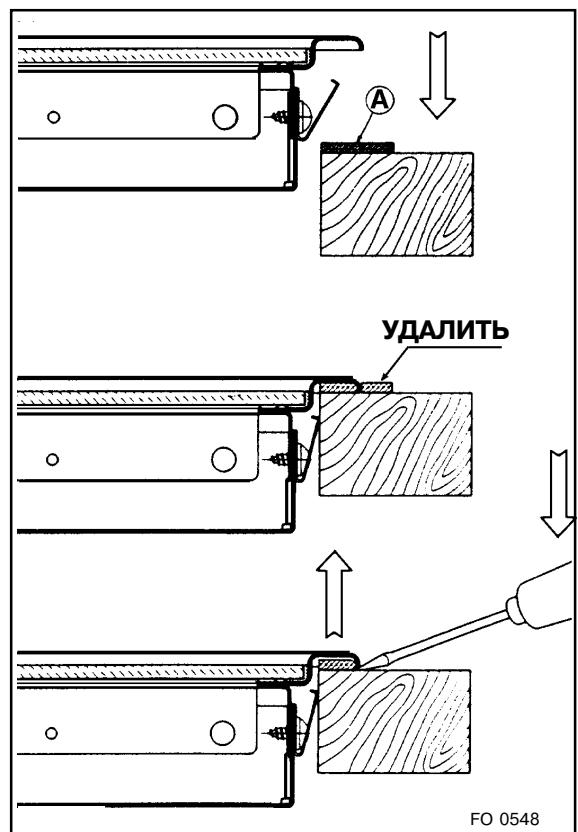

Рис. 4
1. Проложите уплотняющую прокладку (Рис. 4 - "А") вдоль всего края выемки.